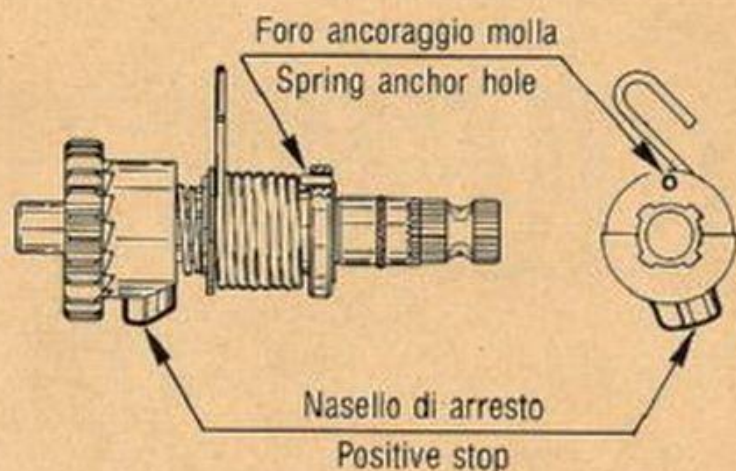

FIG. 49 Controllo fase gruppo avviamento
- 17) PRIMA di montare il gruppo avviamento verificare che la fase tra nasello di arresto sullo scorrevole e il foro di ancoraggio della molla di richiamo sia di circa 180° (vedi fig. 49).